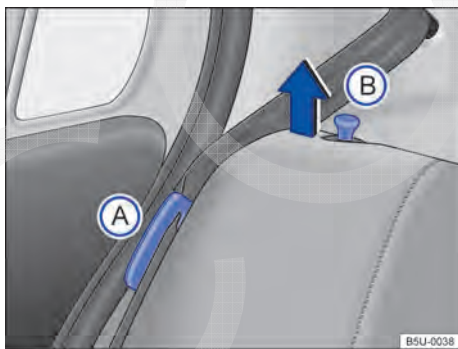
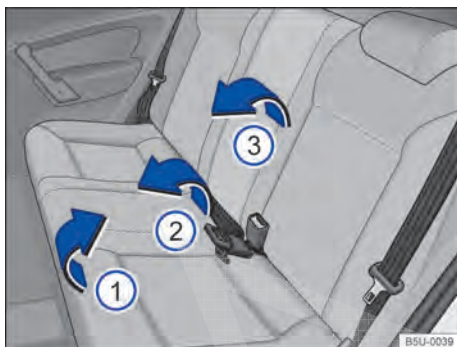

Fig. 63 Banco traseiro: posicionador do cinto de segurança (A) e pino de destravamento do encosto (B).
Fig. 64 Banco traseiro: rebater o banco traseiro.
As figuras → Fig. 63 e → Fig. 64 ilustram, como exemplo, o procedimento para rebater o banco traseiro do modelo Novo Gol 4 portas. O modelo Novo Gol 2 portas segue o mesmo conceito.
- Encaixar os cadarços dos cintos nos respectivos alojamentos no revestimento lateral → Fig. 63 (A).
- Puxar o assento pela parte da frente → Fig. 64 (1) no sentido da seta, para cima.
- Levantar a parte traseira do assento → Fig. 64 (2) e deslocar totalmente para a frente, de maneira que o assento fique o mais próximo possível do assoalho e do encosto do banco dianteiro.
- Puxar os pinos de destravamento → Fig. 63 (B) e, ao mesmo tempo, rebater parcialmente o encosto do banco → Fig. 64 (3) e remover os apoios para cabeça → Página 76. Abaixar totalmente o encosto do banco traseiro.
- Encaixar os cadarços dos cintos de segurança nos respectivos posicionadores → Fig. 63 (A).
- Levantar os pinos → Fig. 63 (B) e, ao mesmo tempo, rebater parcialmente o encosto do banco traseiro → Fig. 64 (3).